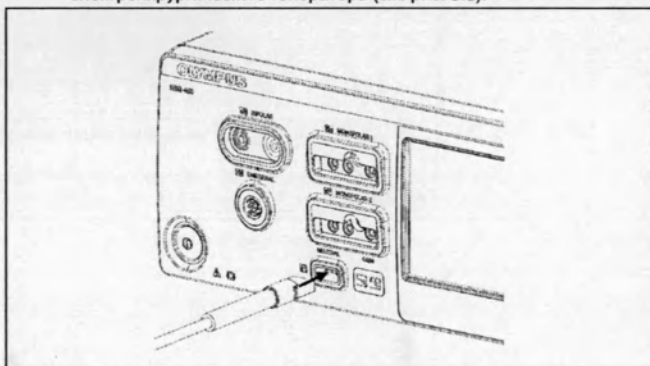
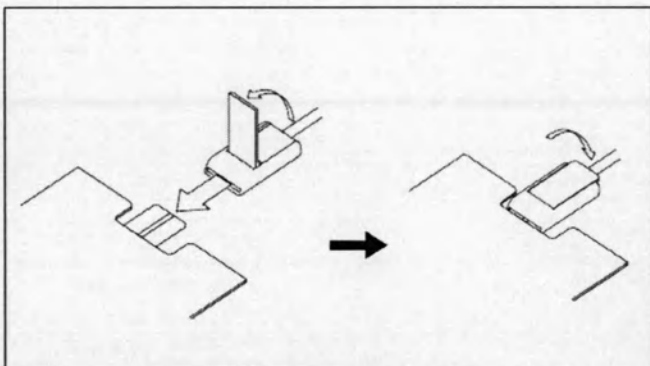

Рис. 3.5
Рис. 3.6
- Для нейтрального электрода с предварительно закрепленным кабелем выполните следующие действия: Вставьте штекер нейтрального электрода в гнездо для нейтрального электрода (подходит для 2-контактных штекеров с диаметром контактов 2,5 мм и расстоянием между контактами 10 мм, стандарт США) на передней панели электрохирургического генератора (см. рис. 3.5).
- Для нейтрального электрода без предварительно закрепленного кабеля выполните следующие действия: поднимите ручку рычажного блокиратора на кабеле нейтрального электрода «P-cord» и равномерно расположите клемму нейтрального электрода между губками зажима. Зафиксируйте зажим, опустив ручку рычажного блокиратора вниз до упора (см. рис. 3.6). Вставьте штекер кабеля «P-cord» со стороны электрохирургического генератора в гнездо нейтрального электрода (подходит для 2-контактных штекеров с диаметром контактов 2,5 мм и расстоянием между контактами 10 мм, стандарт США) на передней панели электрохирургического генератора (см. рис. 3.5).